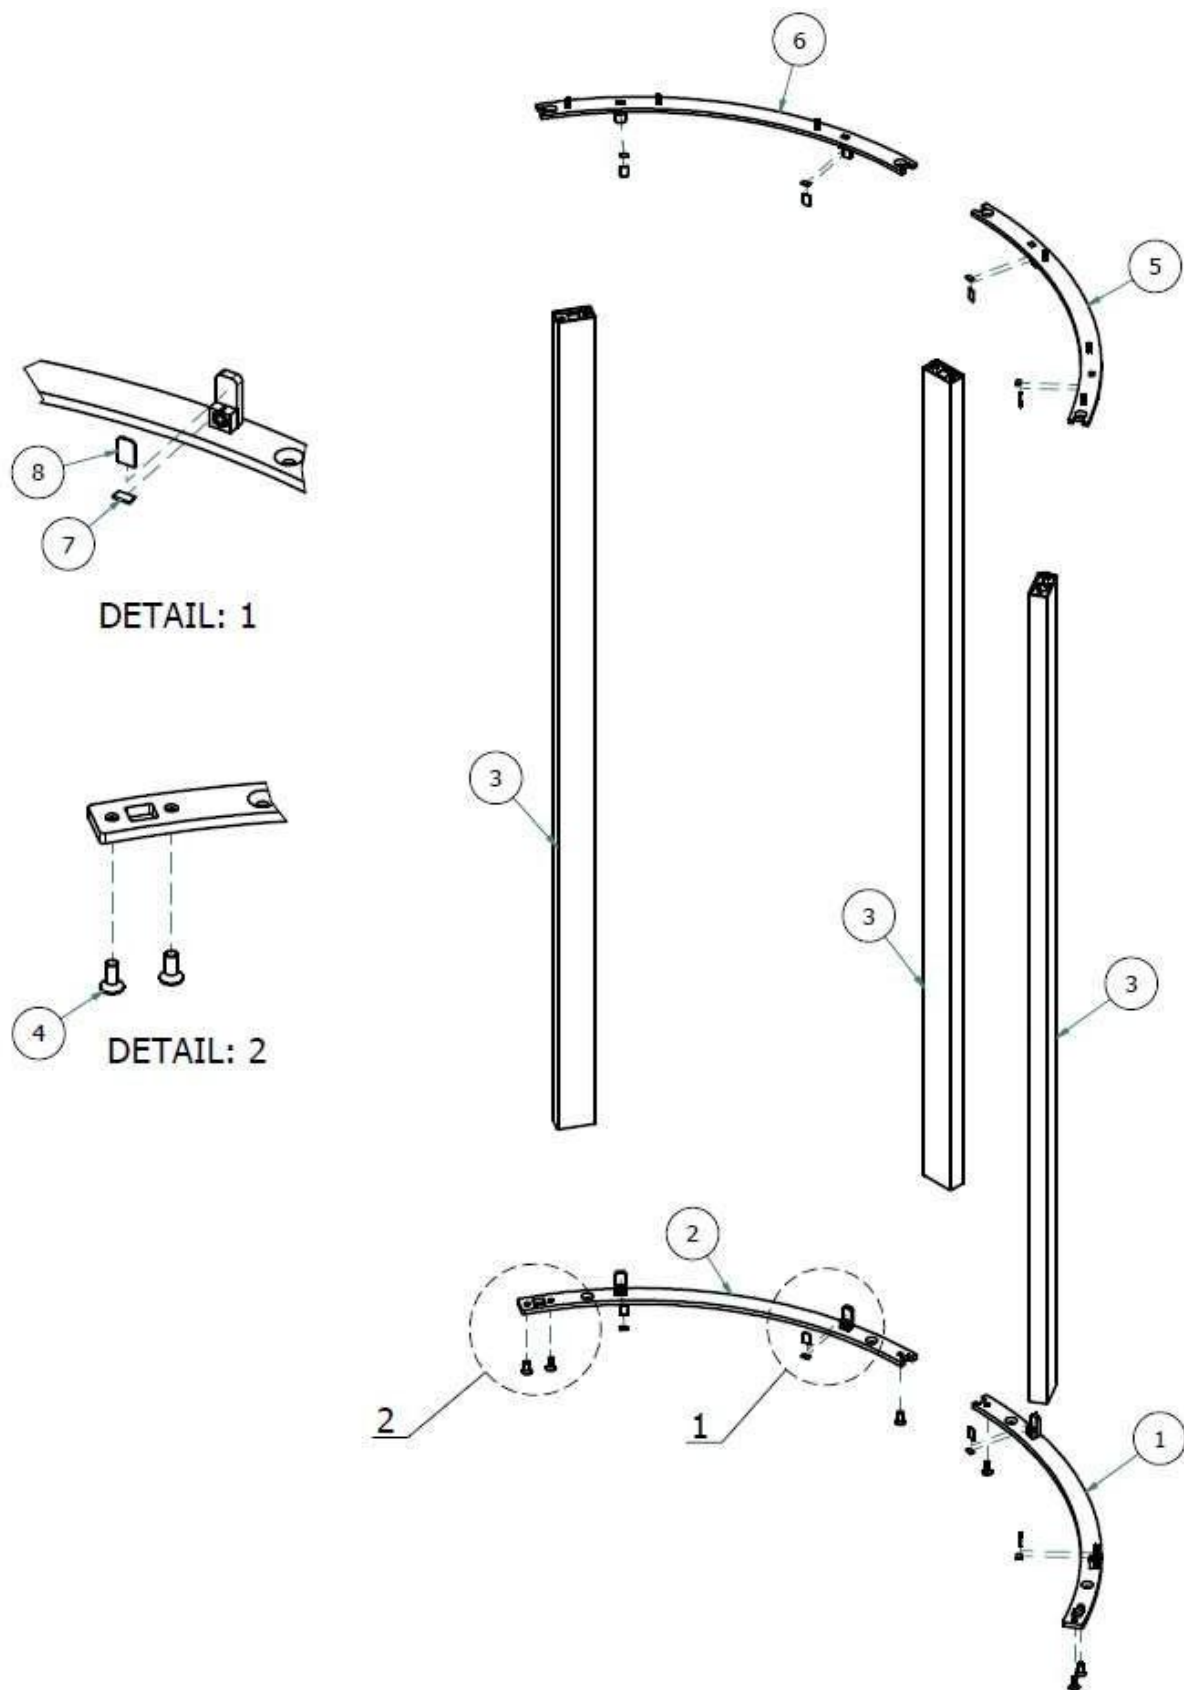

Abbildung 7: SCHRITT 1 - Montage der seitlichen Hälften
- 5.2. *Abbildung 7* zeigt die Montage der Rahmenteile und der Schrauben.